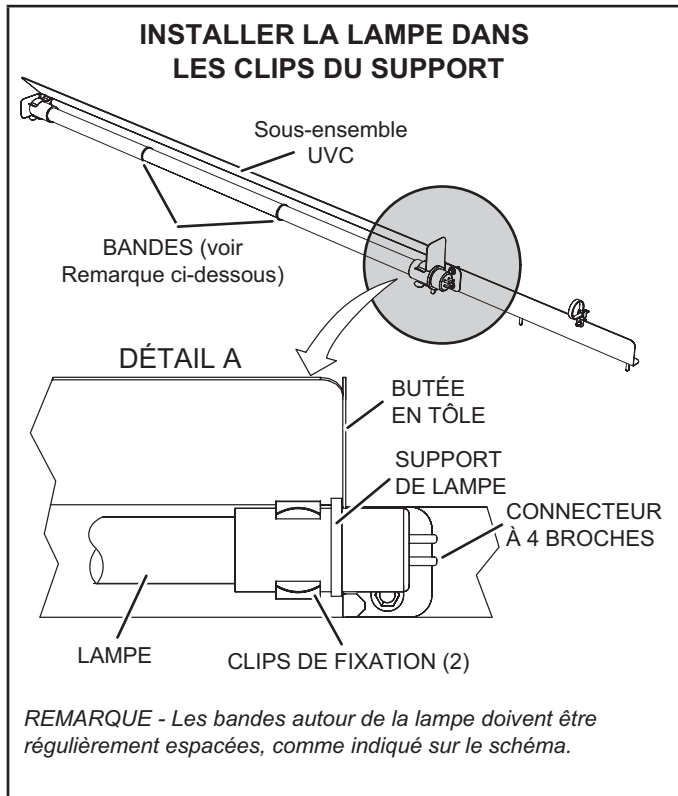

FIGURE 48
- 7 - Portez des gants en coton ou utilisez un chiffon en coton pour manipuler la nouvelle lampe. Placez la nouvelle lampe dans les clips de fixation de l'ensemble UVC. Vérifiez que la bride de la lampe située à l'extrémité du connecteur est bien insérée entre le clip de fixation de la lampe et la butée métallique (voir FIGURE 48).